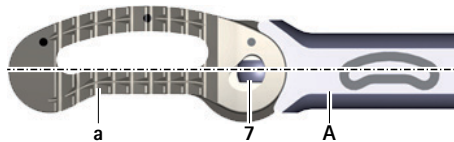

Fig. 8 Implantat i position 0°
- Håll provimplantatet D i positionen 0° på insättningsinstrumentet A, se Fig. 8.
- Håll implantatet i positionen 0°, se Fig. 8.